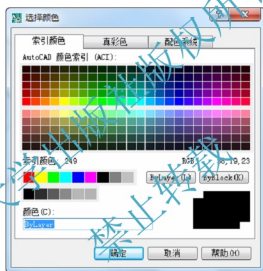

图 12-40 【选择颜色】对话框
- (3) 结束选择面后，在弹出的【选择颜色】对话框中(图 12-40)，单击一种颜色，该颜色即被赋予所选择的面。